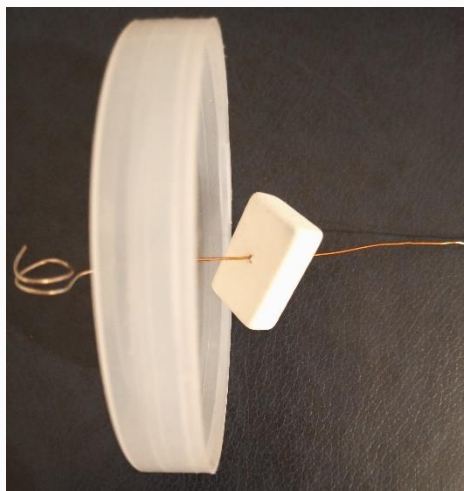

Рис. 1
1. Необходимо взять кусок медной проволоки диаметром 0,8 – 1,0 мм и длиной 140 – 150 мм. Концы проволоки (сантиметра по три) следует очистить от изоляции и залудить. В середине полиэтиленовой крышки и в середине ластика проделывают шилом отверстия (рис. 1).